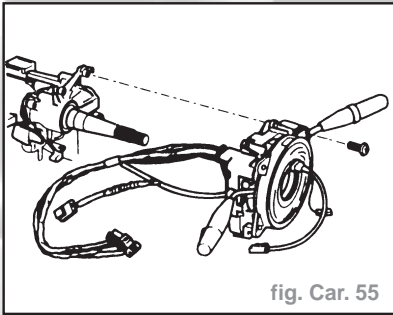

fig. Car. 55
- le commutateur combiné avec unité de contact (modèles avec airbag) de la colonne de direction - quatre vis (fig. Car. 55).